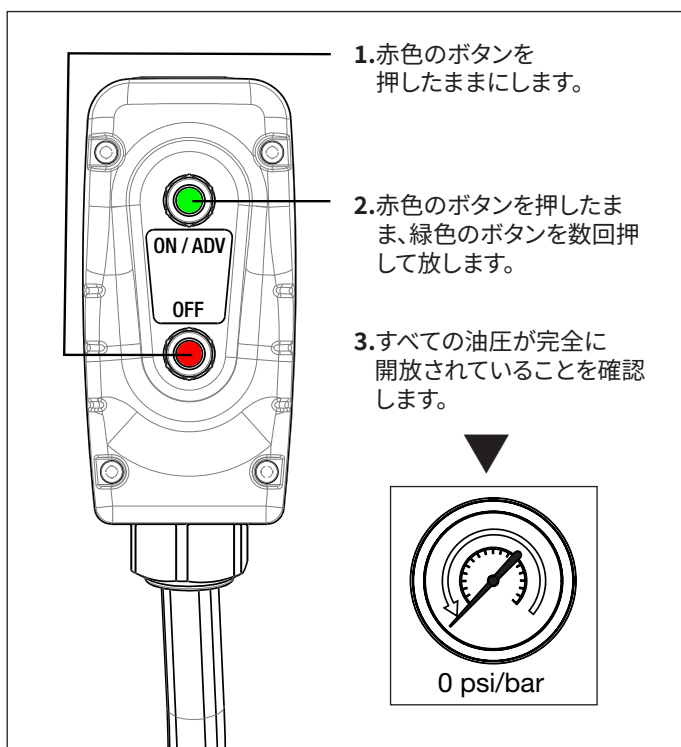

図8: 油圧の解放
- 緑色のON/ADVボタンを数回押し放しながら、赤色のOFFボタンを押したままにします。図8を参照してください。
- 油圧ゲージがゼロ(0) psi/barを示していることを確認します。その後、赤色のOFFボタンを放します。